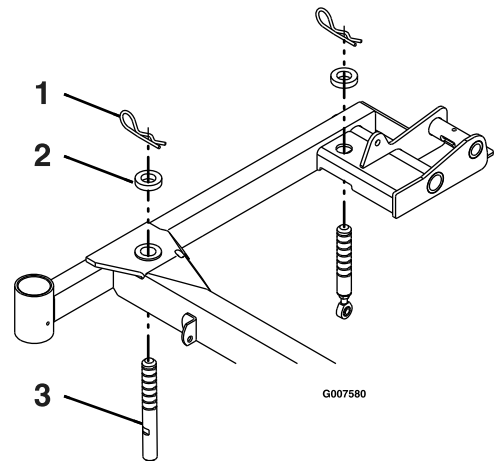

Bild 71
4. Stellen Sie sicher, dass alle Splinte in den 7,62-cm-Höhenlöchern des Mähwerks sind und Distanzstücke unter den Splinten liegen (Bild 71).
5. Kürzen oder verlängern Sie jeden Stützstift des Mähwerks, um eine Messerspitzenhöhe von 7,62 cm vorne am Mähwerk und von 8,26 cm hinten am Mähwerk zu erzielen (Bild 71).